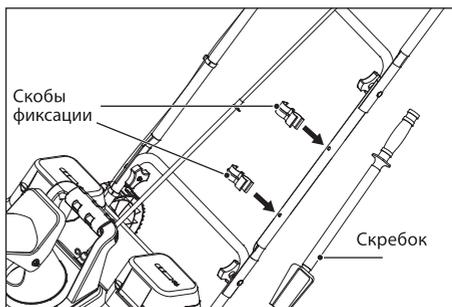

Рис. 10
- Установите скобы фиксации скребка. Закрепите скребок в фиксаторах (рис. 10).